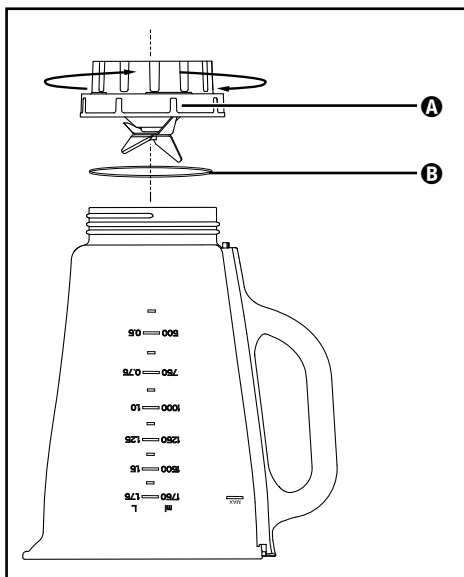

Fig. 3
- 2) Stil produktet på hovedet og drej påsatsen ① med knivene ④ imod urets retning, så den kan løsnes fra blenderkanden ③ (se fig. 3).